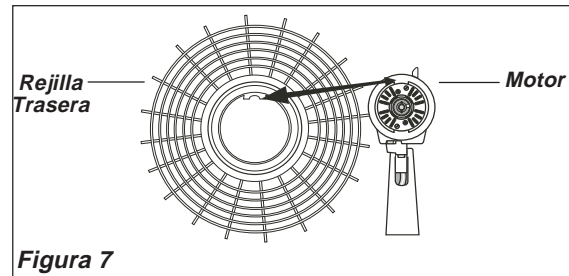

Figura 7
1. Inclinarla **Cabeza del Ventilador** hacia atrás. Coloque la **Rejilla Trasera** en el **Motor**. **(Figura 7)**